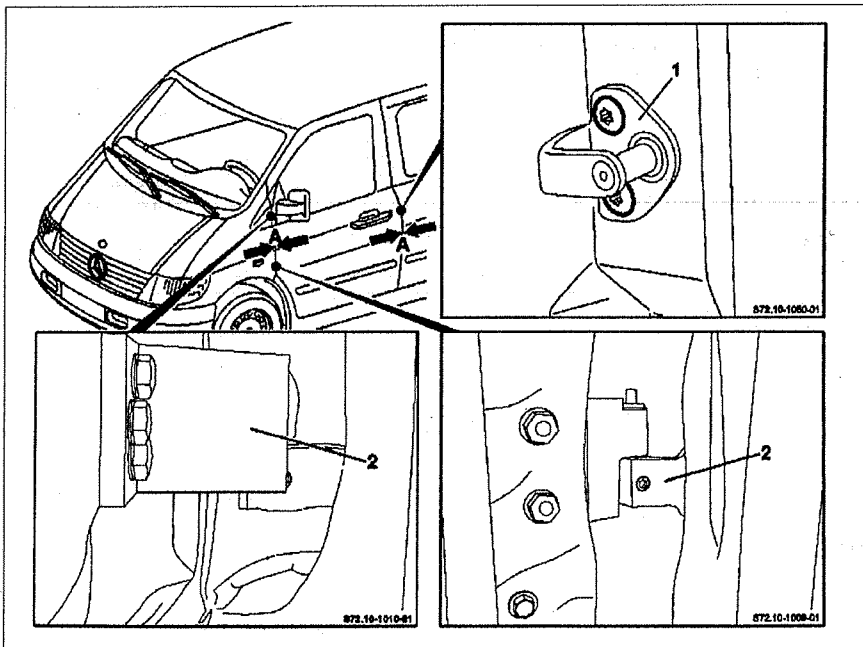

Рис. 11.6. Регулировка передней двери:
10. Снимите фиксатор двери 1 (см.рис.11.6).